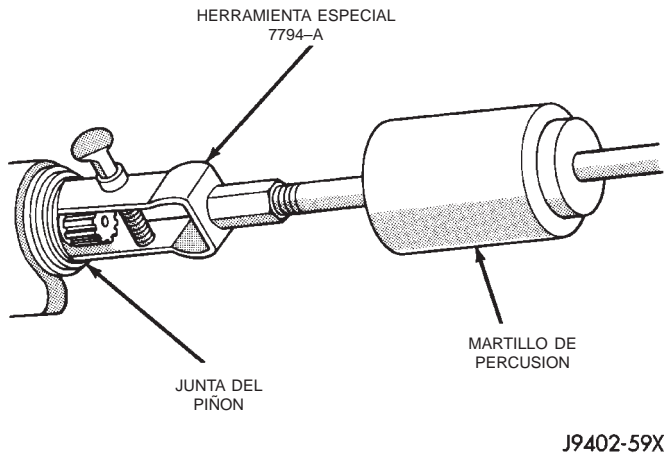

Fig. 11 Desmontaje de la junta
(10) Utilice el extractor 7794-A y el martillo de percusión para retirar la junta del piñón satélite (Fig. 11).